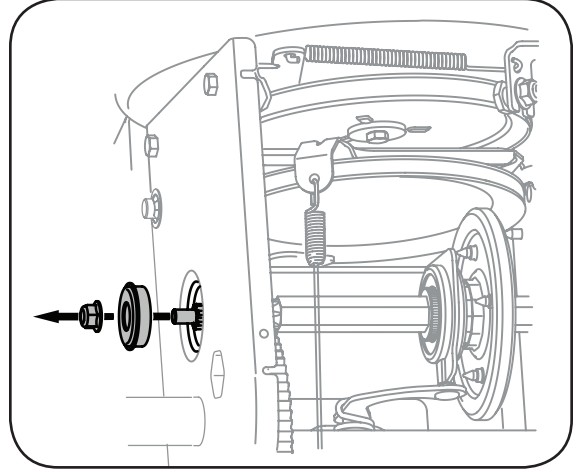

Figure 6-14
- Retirez doucement l'écrin à six pans et la rondelle qui maintiennent l'arbre hexagonal sur le châssis de la souffeuse et frappez doucement sur l'extrémité de l'arbre pour décaler le roulement à billes du côté droit du châssis. Voir la Figure 6-14.